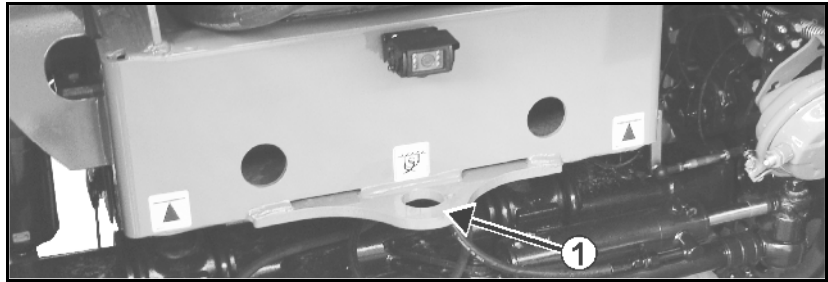

Bild 8
- En surrningspunkt baktill (Bild 8/1)